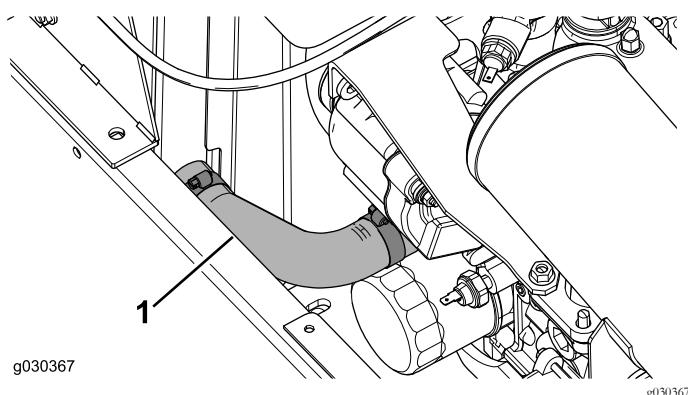

Figura 29
2. Localize e remova o tubo inferior do radiador da máquina Figura 29.